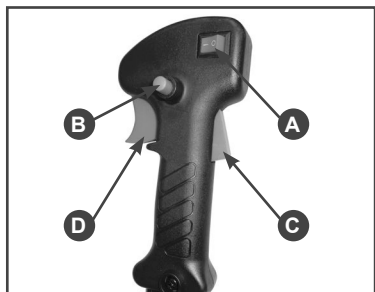

Рис.10 Многофункциональная рукоятка управления
Не допускается работа с не полностью нажатым курком газа D (Рис.10).
5. Выключатель зажигания (А) установите в положение «I» Рис.10. Удерживая предохранительный рычаг (С) нажмите на курок газа (D). Для облегчения запуска зафиксируйте курок газа стопором (B).